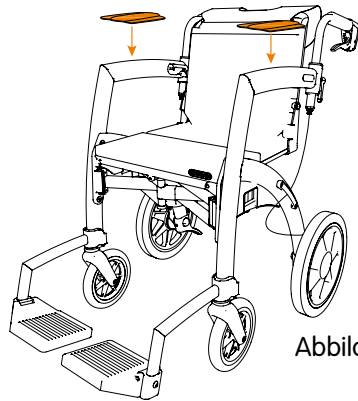

Abbildung 27
- d. Die Armpolsterung befindet sich in der Rollstuhl tasche. Mit Hilfe des Klettverschlusses können Sie diese so am Rahmen befestigen, dass Ihre Arme bequem darauf ruhen können (Abb. 27).